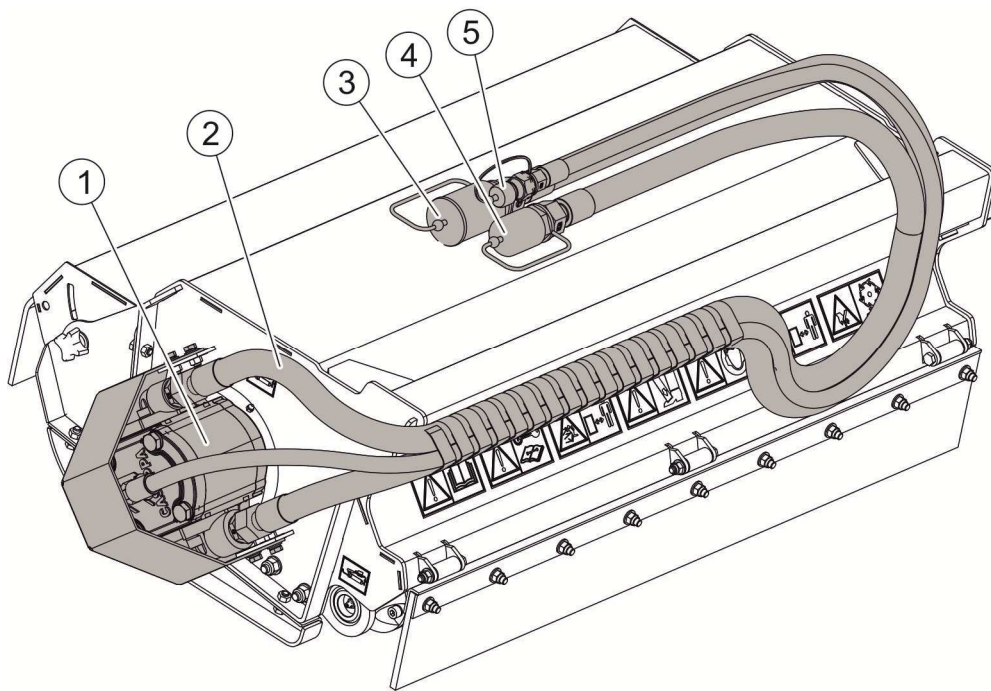

РИСУНОК 3.2 Система передачі приводу.
(1)- гідравлічний двигун; (2)- гідравлічні шланги; (3)- швидкознімна муфта живлення косарки; (4)- швидкознімна муфта зворотного контуру косарки; (5) - швидкознімна муфта плаваючого режиму.
Привод різального агрегату косарки являє собою гідравлічний двигун (1) (РИСУНОК 3.2), який живиться через швидкознімні муфти (3) і (4) і гідравлічні трубопроводи (2) від багатофункціональної стріли. Гідравлічний трубопровід із швидкознімною муфтою плаваючого режиму (5) слід під'єднати до швидкознімної муфти плаваючого режиму багатофункціональної стріли. Привод від гідравлічного двигуна (1) передається безпосередньо на різальний вал косарки.